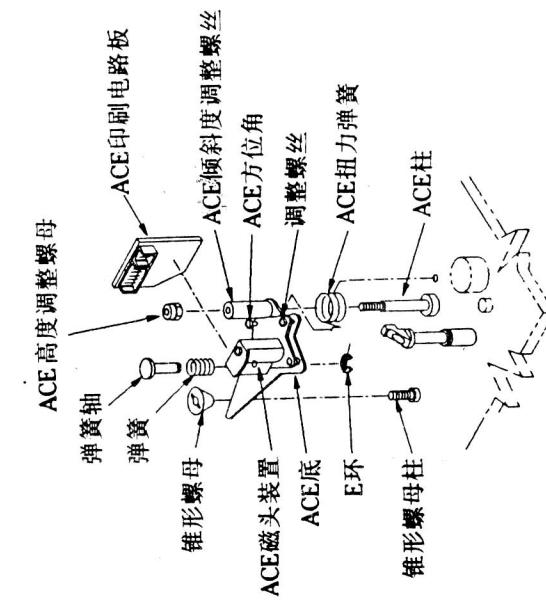

图33
②旋下锥形螺母；
- ③取下压带轮锁定弹簧和压带轮，以便从ACE磁头上方便地卸下压带轮；
- ④逆时针方向旋转ACE高度调节螺母，取出螺母并卸下ACE底部装置，如图33所示；
- ⑤取下E形环和ACE方位角调节螺丝，以便拆卸ACE磁头装置；
- ⑥从ACE磁头装置上卸下ACE电路板；
- ⑦按上述相反的步骤，重新安装ACE磁头装置；
- ⑧安装上锥形螺母、压带轮锁定弹簧和压带轮连接插头；
- ⑨旋转ACE高度调节螺母，直至使ACE底部和锥形螺母的上部处于被拆卸时的同样位置为止（如步骤④拆卸时的位置）；
- ⑩安装完毕后，须进行磁带走行系统的检查和调整。